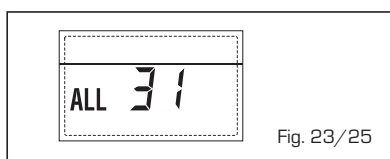

Fig. 23/25
- ANOMALÍA CONFIGURACIÓN INSTALACIÓN TRES ZONAS "ALL 32" (fig. 23/26)